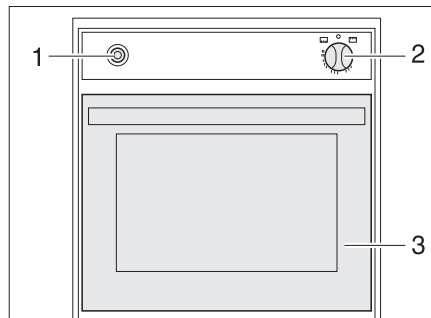

Bild 326 Gasbackofen (Spinflo)
- Backofenklappe (Bild 326,3) ganz öffnen.
- Drehregler (Bild 326,2) leicht drücken und auf "🔥" (Backofen) oder "GRILL" stellen.
- Drehregler (Bild 326,2) drücken und 5 bis 10 Sekunden lang gedrückt halten. Es strömt Gas zum Brenner.
- Zündschalter (Bild 326,1) so oft drücken, bis die Flamme brennt.
- Drehregler (Bild 326,2) auf "0" drehen. Die Flamme erlischt.